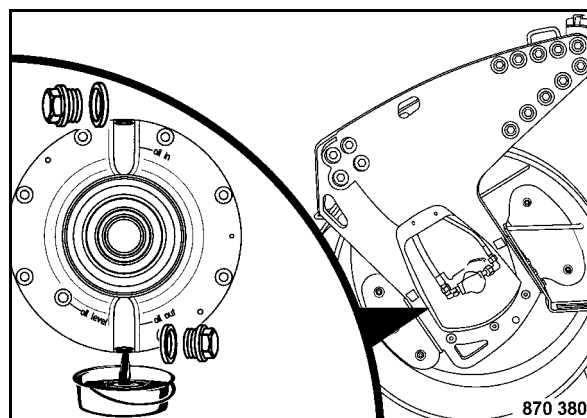

Fig. 175
- Spostare i tamburi in modo che i tappi di scarico e di riempimento (Fig. 175) si trovino verticalmente l'uno sopra l'altro.